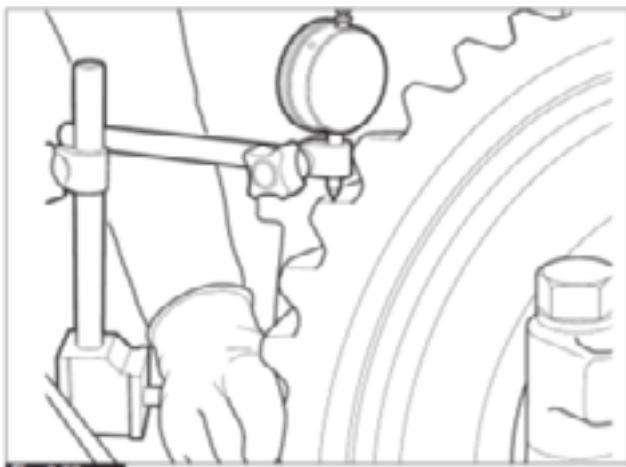
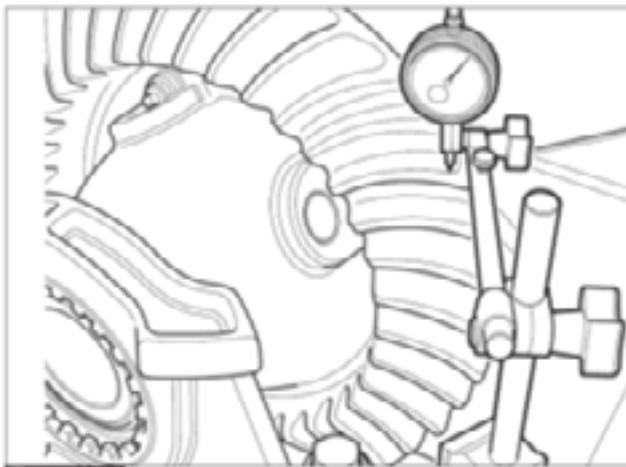

Fig. 2.55
Fig. 2.56
5. Verificar a folga de engrenamento da coroa e pi-nhão (Fig. 2.55). Para engrenagens novas, a folga deve ser inicialmente ajustada em 0,38 mm (Fig. 2.56). A folga média pode ser alterada dentro do limite de 0,21 - 0,50 mm para obter um contacto dos dentes adequado.